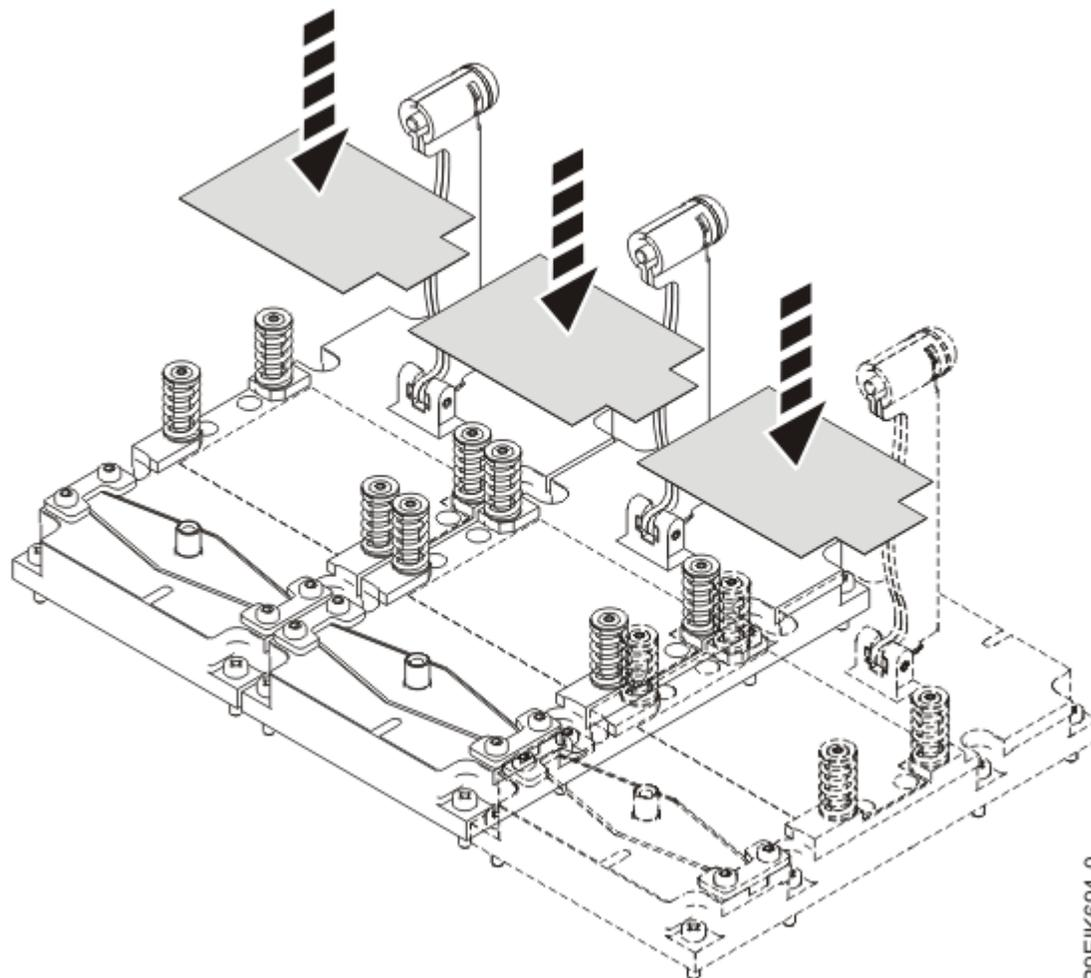

図 50. GPU TIM の取り付け
- a) 新しい GPU TIM が GPU 上に偏りなく置かれていることを確認します (52 ページの図 50 を参照)。